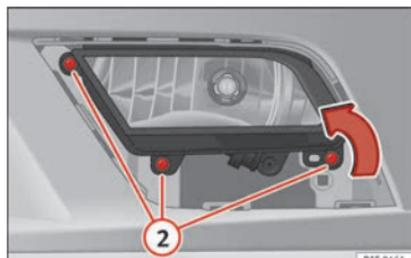

Fig. 213 Faro antiniebla.
- Retire los tornillos (3x) » fig. 213 ② para extraer el faro antiniebla.